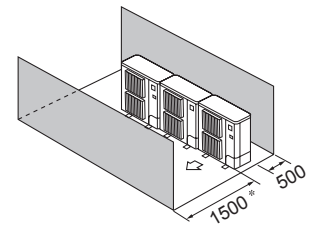

Fig. 2-12
- ④ Hindernisse auf der Vorder- und Rückseite (Fig. 2-12)